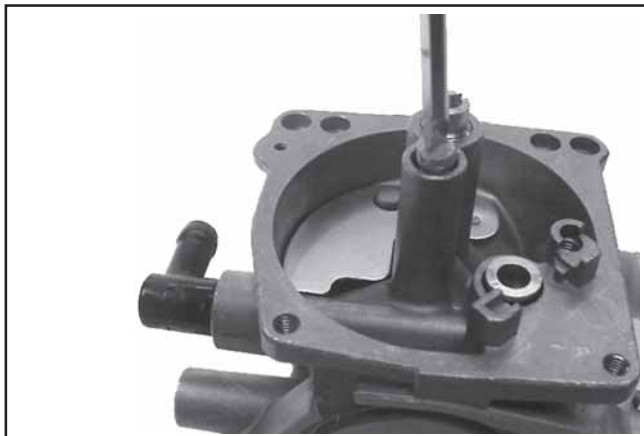

Figure 5-18. Installation du gicleur de ralenti.
- Installer le gicleur de ralenti et le bouchon neuf dans l'extrémité du tube du gicleur de ralenti. Voir les Figures 5-18 et 5-19.